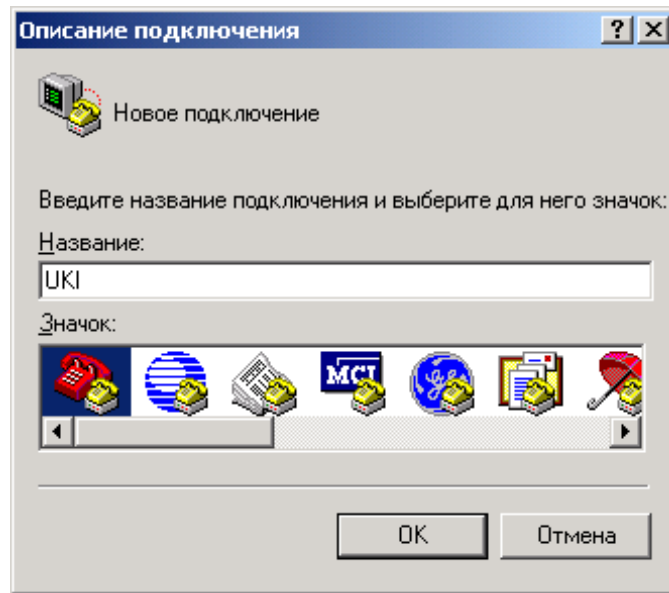

Рис.4.
6.3.6. В появившемся на экране монитора окне, ввести название соединения, например UKI, и нажать кнопку «ОК» (см.рис.4).